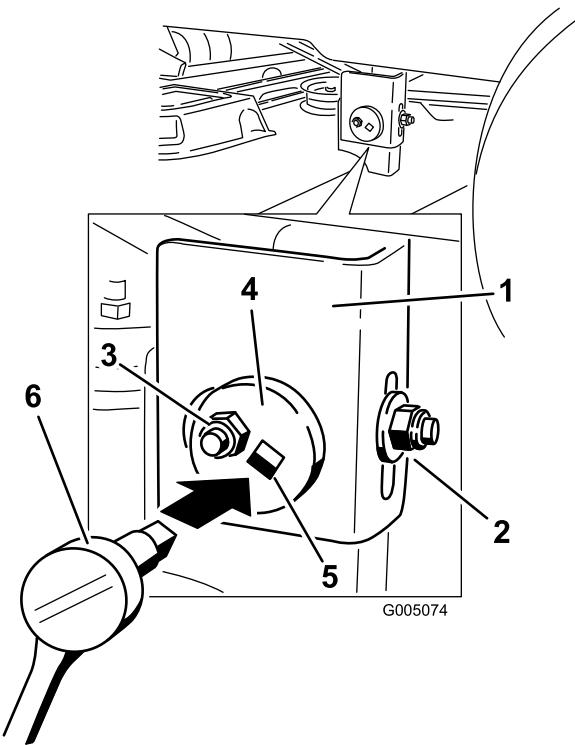

Figure 48
6. Passez au côté gauche de la machine. Desserrez sans le retirer, l'écrou de blocage arrière sur le support (Figure 48).
7. Desserrez l'écrou de blocage latéral sur le support jusqu'à ce qu'il soit possible d'ajuster la plaque excentrique (Figure 48). Utilisez une clé à douille munie d'une rallonge de 3/8 pouce pour manipuler la plaque excentrique. Utilisez la clé pour repositionner le tablier de coupe à la hauteur voulue.
8. Arrêtez le tablier de coupe et vérifiez sa hauteur, puis serrez l'écrou de blocage latéral sur le support pour fixer cette nouvelle position (Figure 48). Serrez l'écrou de blocage arrière sur le support.